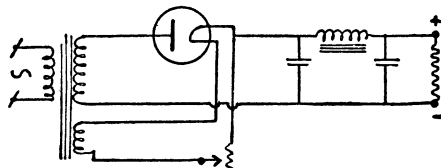
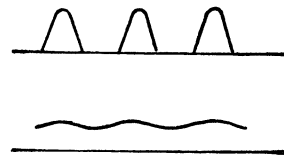

Рис. 5
Рис. 6.
Обычно напряжение на лампу подается через трансформатор, и накал кенотрона производится тоже от трансформатора, от отдельной обмотки. К выпрямителю также обязательно добавляется сглаживающее приспособление, называемое фильтром. Оно состоит из конденсаторов большой емкости, 2-4 микрофард и дросселя с железным сердечником (рис. 5). Фильтр превращает пульсирующий ток в постоянный (рис. 6). На этом рисунке пульсация еще заметна, но, применив более совершенный фильтр, от нее можно совсем избавиться.
2. Укажите стрелками направление тока на рис. 5 и 7.